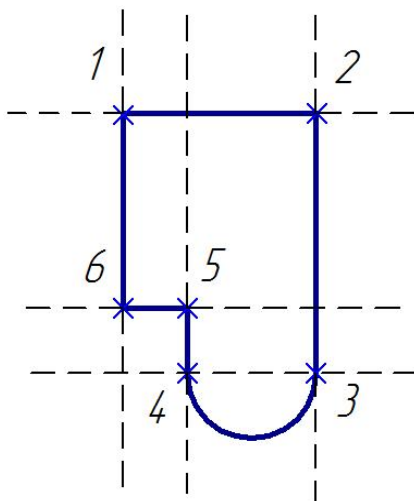

Рис. 1.21. Построение замкнутого контура командой «Непрерывный ввод объекта»
5. Постройте замкнутый контур 1-6 (рис. 1.21):